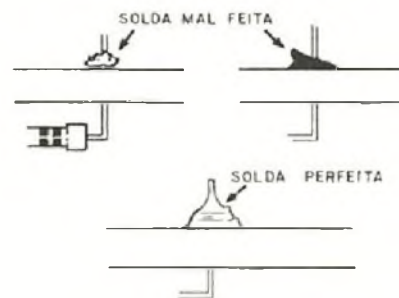

FIGURA 16
É conveniente, portanto lembrar que uma solda bem feita forma uma gota perfeitamente aderente à placa, lisa e de cor metálica, conforme mostra a figura 16.
2292 () Para soldar o trimer o primeiro cuidado que o leitor deve ter é na verificação dos seus terminais. Se o encaixe for direto tudo bem, mas caso contrário, deve soldar nos mesmos dois pedaços pequenos de fio rígido, conforme mostra a figura 16. Veja bem a posição do trimer na placa em relação as armaduras. A armadura mais externa deve ter seu terminal soldado no furo (22) e a mais interna no 21.